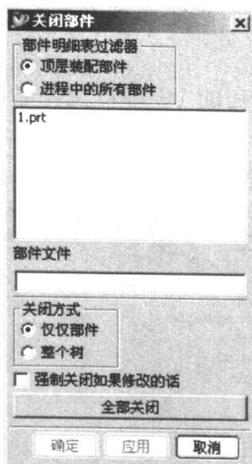

图 1-5 “关闭部件”对话框
- ◆ 选择“所选的部件”后, 系统弹出“关闭部件”对话框, 如图 1-5 所示。在该对话框中可以选择性地关闭已经打开的多个文件。